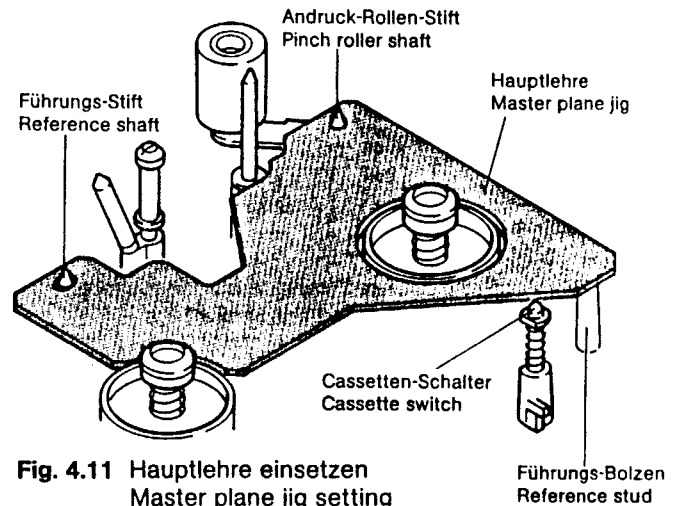

Fig. 4.11 Hauptlehre einsetzen
B) Wickelteller-Höhe einstellen: Fig. 4.11, 4.12, 4.13
1. Hauptlehre einsetzen (Fig. 4.11).
B) Reel disk height adjustment: Figs. 4.11, 4.12, 4.13
1. Insert the master plane jig (Fig. 4.11).